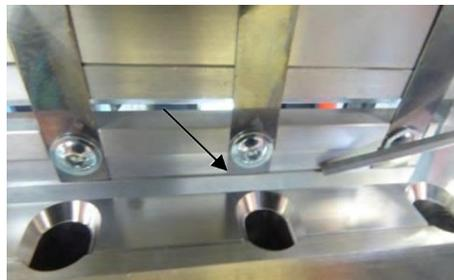

Fig. 33: Allineamento del bordo inferiore
- Assicurarsi che le lame siano a filo con il bordo inferiore (fig. 33)